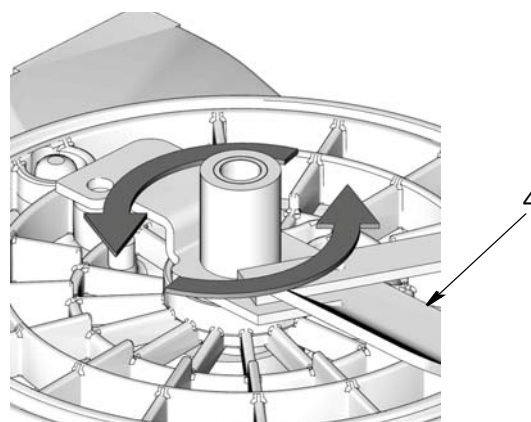

FIG. 13
4. Instale la paleta agitadora (4) en la base de la G3. Gire la paleta en **sentido contrario a las agujas del reloj** hasta que esté apretada de forma segura (FIG. 13). (La ilustración NO muestra la paleta de bajo nivel).